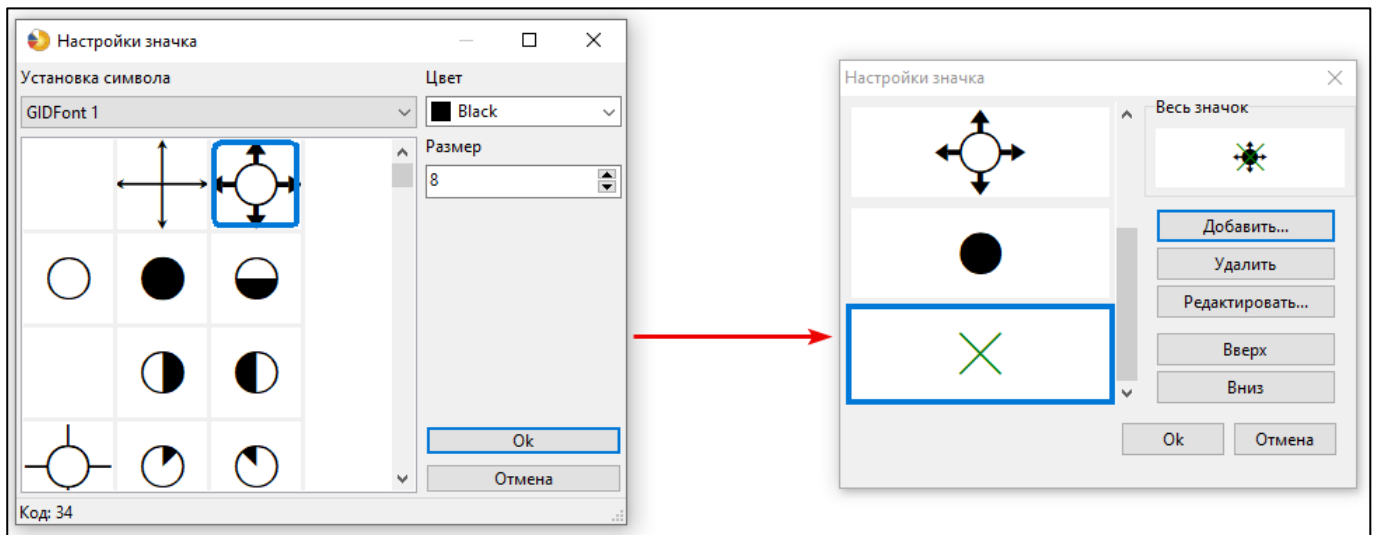

Рис. 40 – Настройки символа
- Добавить... - позволяет добавить вид значка и указать его цвет и размер (окно «**Настройки символа**» на рис. 40). После нажатия на кнопку «*Ok*» выбранный символ добавляется в левой половине окна «**Настройки значка**». В группе «*Весь значок*» отобразится результат наложения символов (рис. 40);